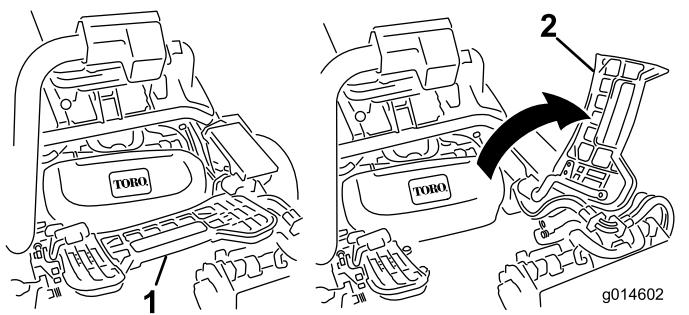

Figura 28
- Eleve o apoio de pé e incline-o para aberto, permitindo o acesso à posição da unidade de corte central (Figura 28).